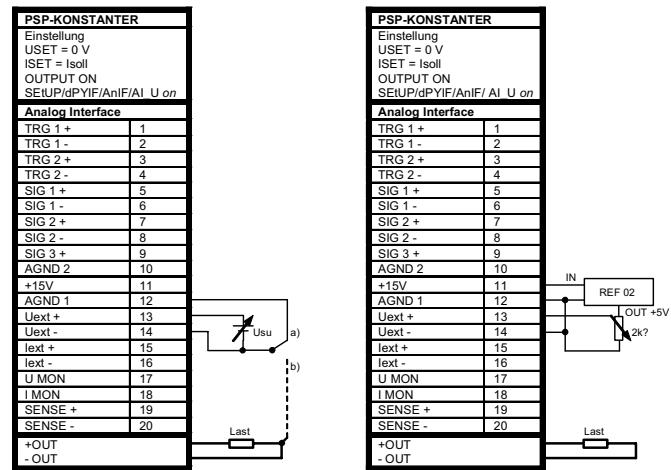

Bild 7.4 Verdrahtung für Steuerung der Ausgangsspannung durch externe Spannung / externes Potentiometer.
- Die Steuereingänge sind nicht potenzialfrei; ihr Bezugspunkt AGND (1) ist mit dem Minuspol des Leistungsausgangs verbunden.
- Liegt die Steuerspannung Usu mit ihrem Bezugspunkt lastseitig auf Ausgangs-Minuspol, muss der invertierende Eingang mit diesem Punkt verbunden werden (Verbindung b) in Bild 7.4). Eine Beeinflussung durch den Spannungsabfall auf der Lastleitung wird dadurch vermieden.
- Ist die Steuerspannung gegenüber dem Ausgang isoliert, verbinden Sie Uext – mit AGND (1) (Verbindung a) in Bild 7.4).
- Soll die Ferneinstellung der Ausgangsspannung mittels Potentiometer erfolgen, kann eine Beschaltung gemäß Bild 7.4 angewendet werden.